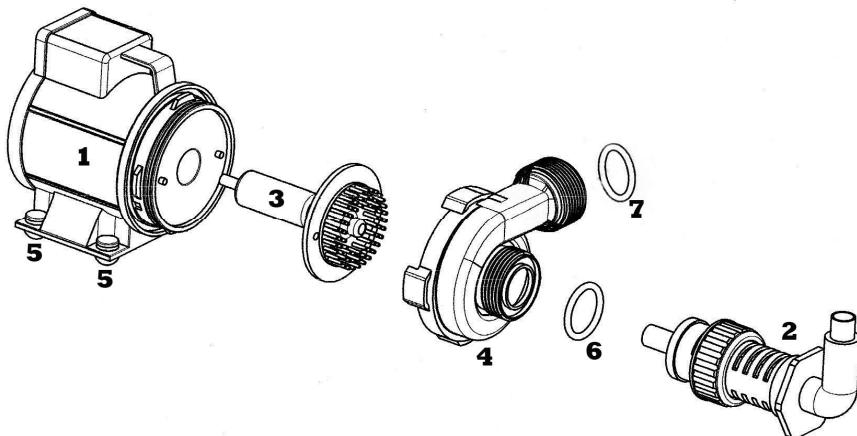

Fig. 3: Bomba venturi
La cabeza de la bomba puede ser acomodada dentro de las 4 posiciones posibles de la caja de la bomba. Debe ser montada de forma que los puntos de ajuste por presión queden de lado, tal como se muestra en la Fig. 3.
Primero desmonte las conexiones a la tubería y gire la bayoneta de la tapa de la bomba. Ahora el impulsor ensamblado (Fig. 3) puede ser extraído. **Precaución:** Esta pieza está fuertemente ajustada y debe de ser retirada con cuidado para no romper el eje cerámico. Debe ser limpia con agua corriente y re-ensamblada a continuación. Si el rotor es desmontado completamente también han de ser limpiados los agujeros del plato del rotor (Fig. 4). La perforación para el agua de refrigeración (Fig. 4, No. 1) en el eje cerámico tiene siempre que estar libre de depósitos.
- Ponga el skimer en el sump del filtro y compruebe que las juntas (Fig. 3, No. 6 y 7) para la unión estén colocadas.